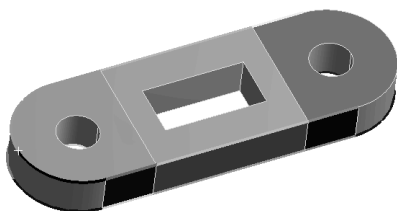

图 4.4.49 分割结果
(1) 创建中点分割 (一)。在“Outline”窗口中选中 ☒ Virtual Topology 节点, 选取图 4.4.48 所示的边线, 在“Virtual Topology”工具栏中单击 ☒ Split Edge 按钮, 结果如图 4.4.49 所示。